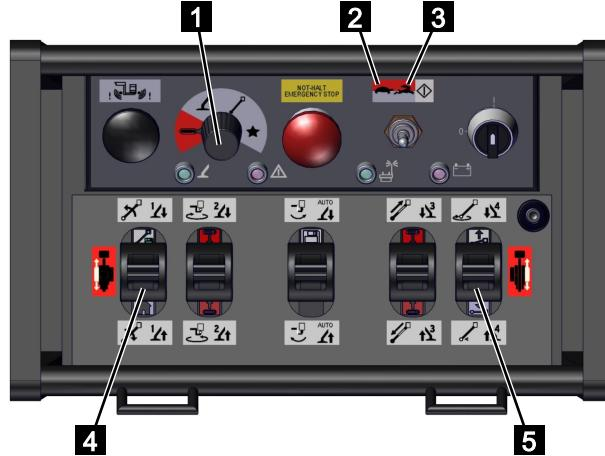

Abb. 102
2. Den Funktionswahlschalter auf [Kettenfunktion] (rot) (Abb.102/1) stellen.
3. Mit dem Betriebswahlschalter die Geschwindigkeit, [Kriechgang] (Abb.102/2) oder [Eilgang] (Abb.102/3) wählen.
4. Mit den Steuerhebeln (Abb.102/4 und 5) die Maschine gemäß nachfolgender Tabelle verfahren.